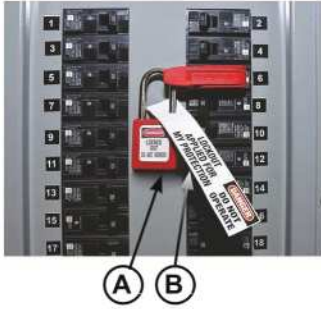

Figura 27
Cuando trabaje con controles electrónicos o eléctricos, asegúrese de que se haya etiquetado (A) y bloqueado (B) la fuente de alimentación conforme a los reglamentos de la OSHA\* y los códigos eléctricos locales aprobados, consulte la **Figura 27**.